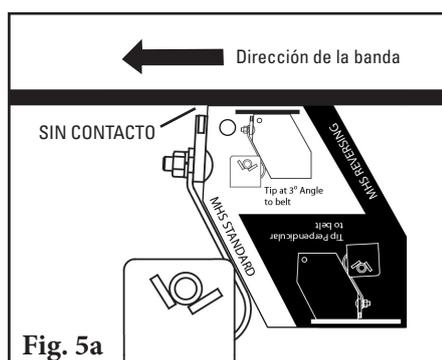
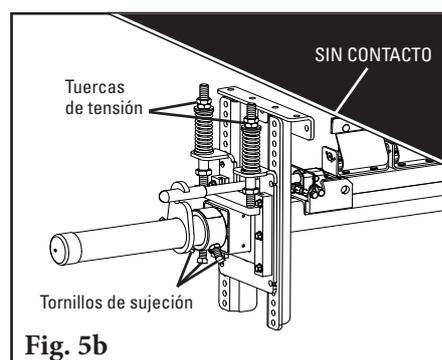

Fig. 5a
Fig. 5b
5. **Establezca el ángulo de la hoja.** Centre el eje/hojas en la banda. Gire el eje hasta que las puntas se alineen con el lado blanco de "MHS estándar" del calibrador de ajuste de la punta que se incluye (Fig. 5a). Apriete los dos tornillos de sujeción en cada montaje de eje de torsión para bloquear el eje en su lugar (Fig. 5b). No debe haber contacto de la hoja a la banda mientras bloquea el eje en la posición correcta. Si hay contacto, revise dos veces la medida del Paso 1.